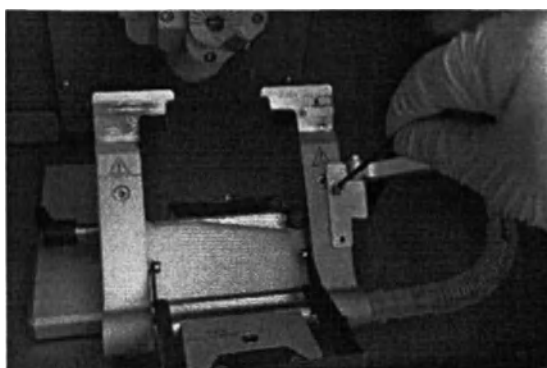

Рисунок 8.27
1. Расположите пластину, расправляющую срезы в верхней части держателя лезвий справа и зафиксируйте ее с помощью прилагаемого винта М4 (Рисунок 8.27). Не затягиваете винт.